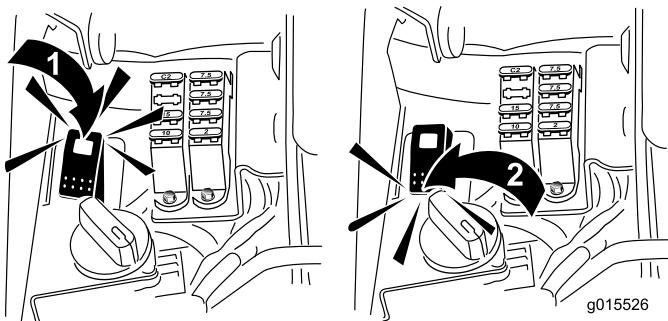

Figura 53
- Gire el Interruptor de autoafilado a la posición de marcha atrás (R) (Figura 53).